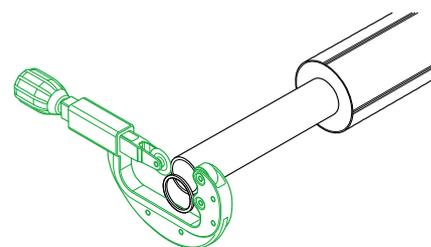

Рис. 4.4.6
6. При помощи трубореза выровнять торец напорной трубы (обрезать конец трубы перпендикулярно продольной оси) на расстоянии 30 мм от конца трубы (рис.4.4.6).